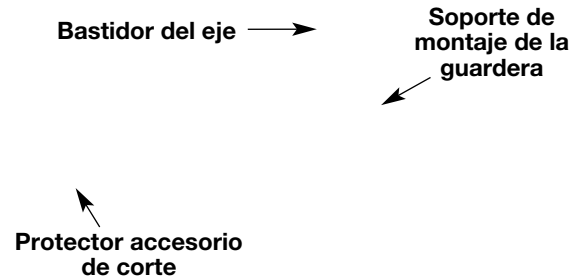

Fig. 3
1. Coloque el protector del accesorio de corte en el bastidor del eje. Cerciórese de que el soporte de montaje de la guardera se deslice en la ranura situada en el borde del protector de corte. Gire el protector en sentido antihorario hasta que quede en su lugar (Fig. 3). Los orificios en el soporte de montaje de la guardera y el protector del accesorio de corte se alinearán.
2. Desde el interior del protector del accesorio de corte, empuje el perno cuadrado a través del orificio hasta que el extremo con roscas sobresalga a través del soporte de montaje de la guardera (Fig. 3).